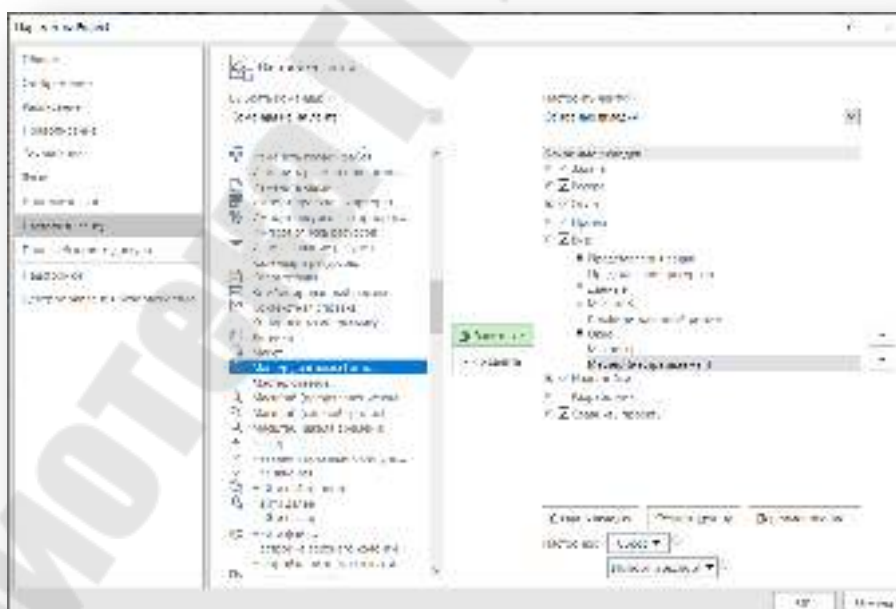

Рис. 2.41. Параметры Project
e. Прокрутите левый столбец на одну страницу вниз, а затем выберите *Мастер диаграмм Ганта*. Выделите новую группу (в правом столбце), которую вы создали на втором этапе, нажмите *Добавить* и нажмите кнопку *Ок* (рисунок 2.41).